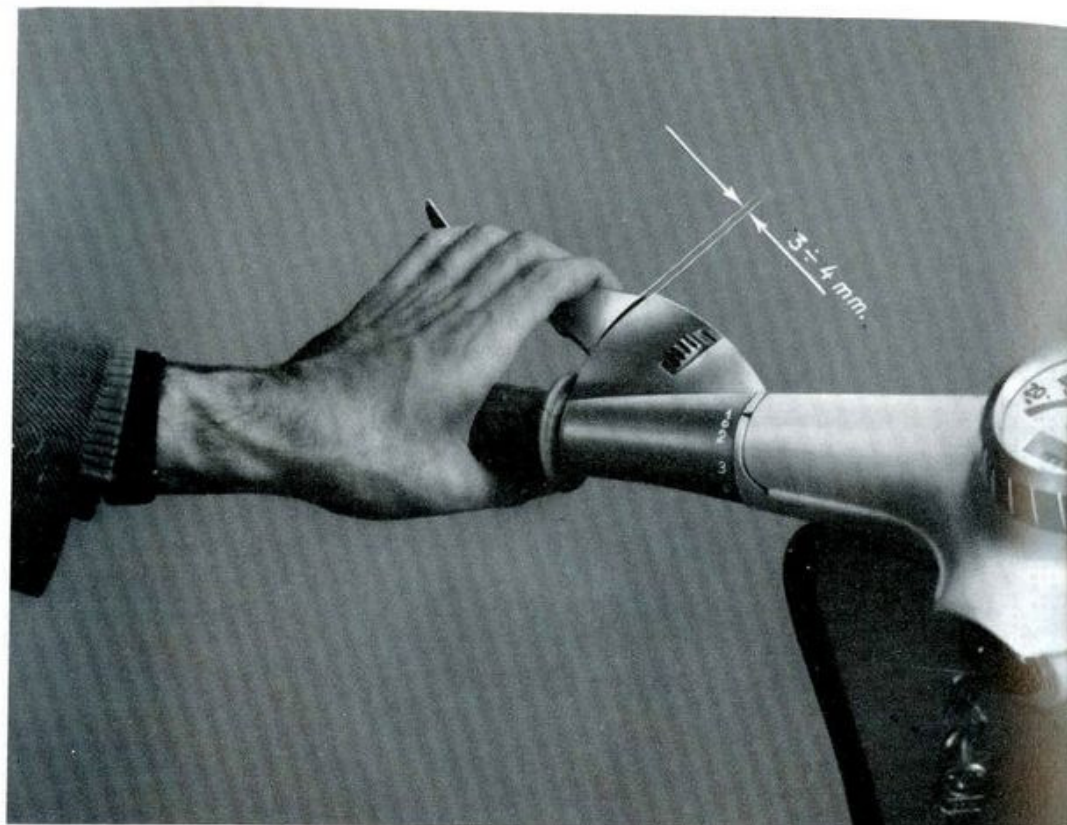

Fig. 47
- » 105 - REGISTRAZIONE DELLA FRIZIONE: la frizione deve essere registrata in modo che cominci a slittare quando la leva sia nella posizione mostrata dalla fig. 47. La registrazione si effettua a mezzo del regolatore del cavo frizione fissato al carter.